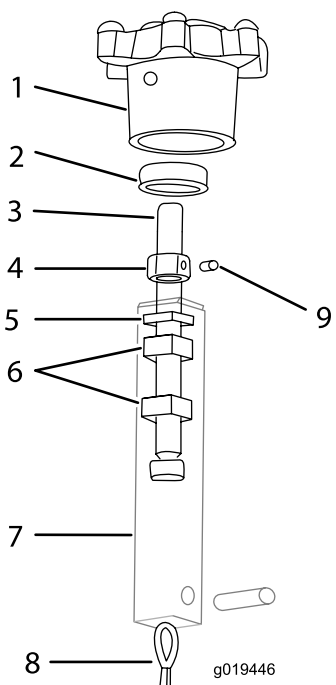

Figura 27
4. Gire el mando de inclinación hasta que quede suficiente holgura en el cable para poder acceder a la contratuerca de inclinación (Figura 27).
5. Apriete la contratuerca contra el cojinete, luego aflójela ligeramente. Sujétela con el tornillo de fijación (Figura 27).